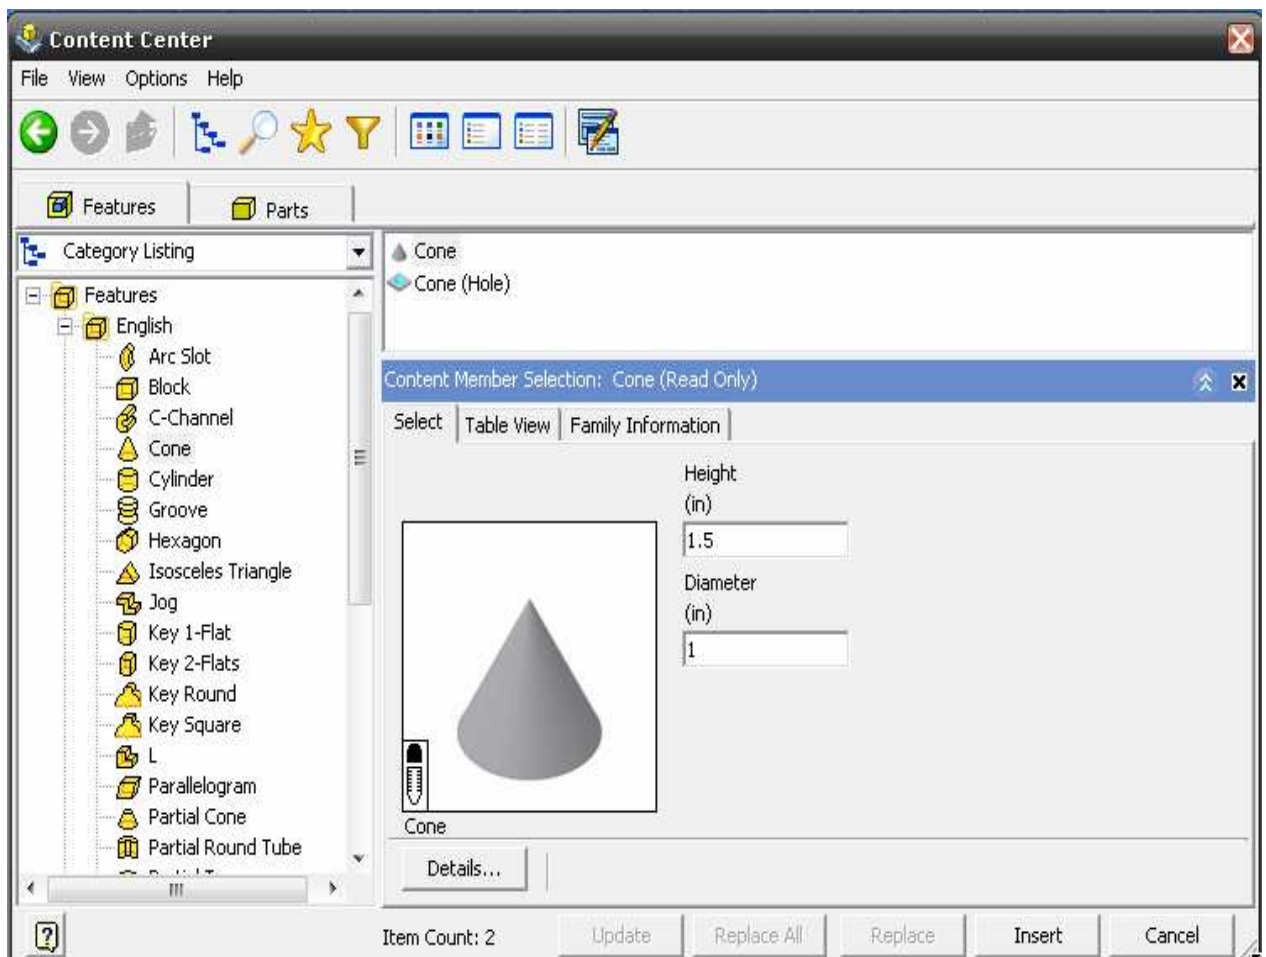

Figura 3.89 Diseño de un cono en el centro de contenido.
- Un recuadro surgirá dando las características básicas para el diseño del mismo, modifique según sean las necesidades del usuario y una vez terminado presione INSERT (insertar), figura 3.89.